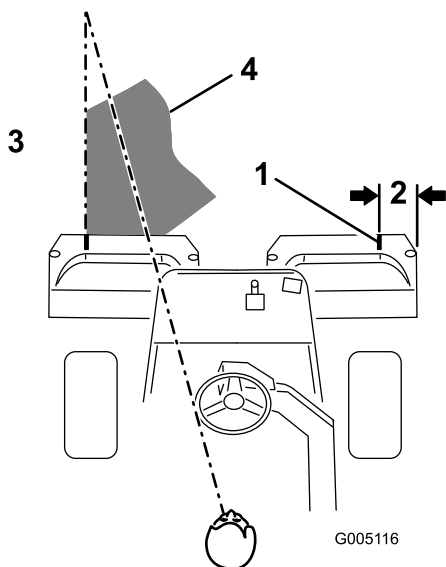

Figura 36
**Nota:** Para ayudar a mantener una línea recta a través del green y mantener la máquina a la misma distancia de la pasada anterior, imagínese una línea que va desde un punto situado a 1,8–3 m aproximadamente por delante de la máquina, hasta el borde de la parte no segada del green (Figura 36). Incluya el borde exterior del volante como parte de la línea imaginaria, es decir, mantenga el borde del volante alineado con un punto que se mantiene siempre a la misma distancia de la parte delantera de la máquina.